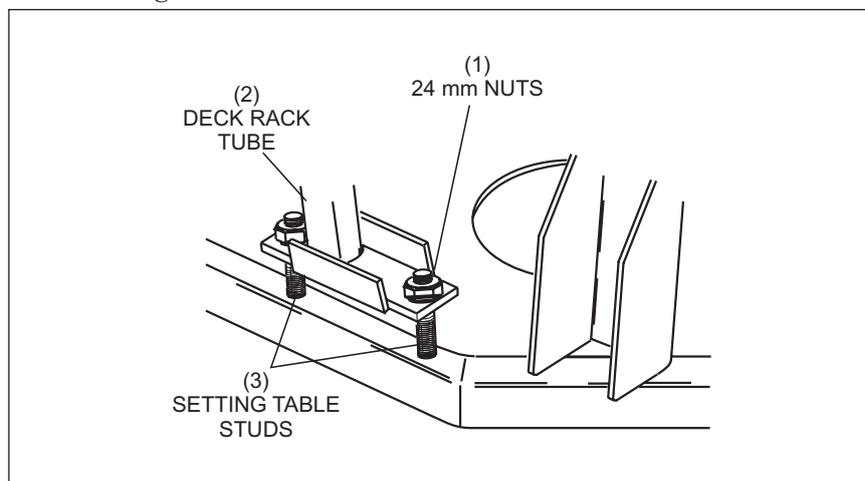

Figure 8-3. Enlever le plateau des tubes de support du quillier.
5. Séparez les assemblages de l'arbre carré du plateau de positionnement. Reportez-vous à la *Figure 8-3*.
6. Enlevez les quatre écrous supérieurs de 24 mm qui fixent le plateau aux tubes de support du quillier. Reportez-vous à la *Figure 8-3*.